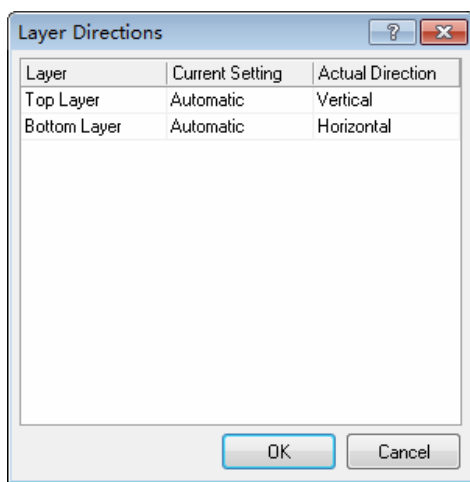

图 14-2 Layer Directions 对话框
1) Edit Layer Directions: 单击该按钮打开 Layer Directions 对话框，如图 14-2 所示。其中列出了所有信号层的布线方向，单击 Current Setting 列的单元格，可以在下拉列表中选择布线方向。对于最外面的信号层，建议采用水平或者垂直方向，而对于内部信号层，则可以根据该层连接线的主要分布方向选用相应的时钟方向，如采用 2 O’Clock 方向。尽量不要采用 Any 作为布线方向，除非是单层板布线。